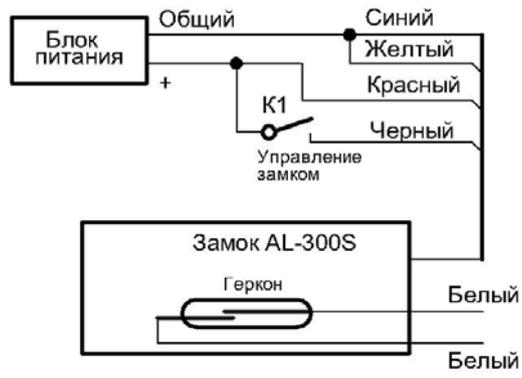
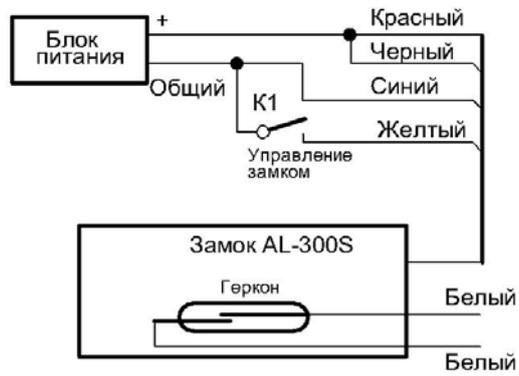

Рис. 6
Рис. 7
- 6.7 Схема подключения ЗАМКА при управлении по “+12В” показана на рис. 6. Схема подключения ЗАМКА при управлении по “земле” показана на рис. 7. При замыкании контактов К1 ЗАМОК разблокируется.